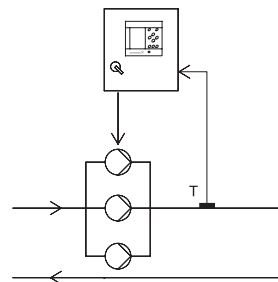

Рис. 17 Температура в напорном трубопроводе
- Температура в напорном трубопроводе, см. рис. 17.